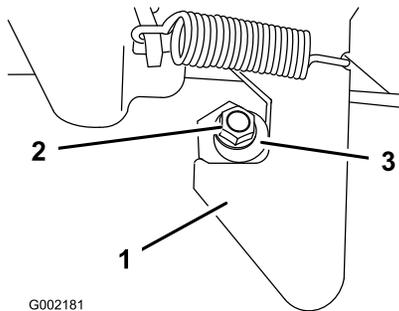

Figura 29
1. Afloje la tuerca del extremo del tope del enganche (Figura 29).
2. Gire el tope en el sentido de las agujas del reloj hasta que quede apretado contra el enganche, luego apriete la tuerca (Figura 29).